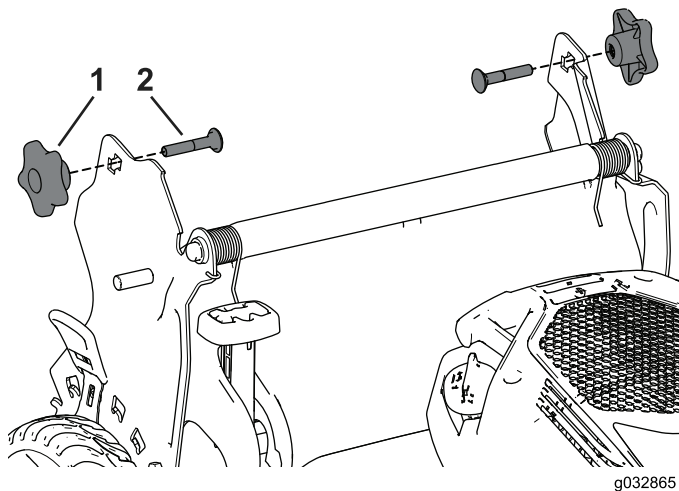

Рисунок 4
1. Снимите и сохраните две круглые рукоятки и два каретных болта с кронштейнов рукоятки (Рисунок 4).